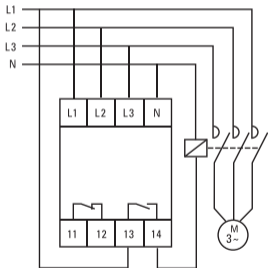

Рис. 4 Схема подключения реле
2. Проведите электромонтаж реле согласно схемы подключения (рис. 4).